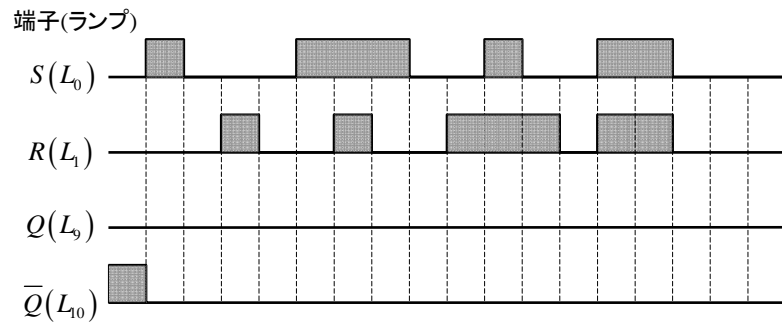

図8 R-S フリップフロップのタイムチャート
- 図8のタイムチャートに従い、フリップフロップの入力端子に対応する2個の入力スイッチ S_0 、 S_1 をオンオフにして、フリップフロップの出力端子に対応する2個のランプ L_9 及び L_{10} の状態を図8に記録する。